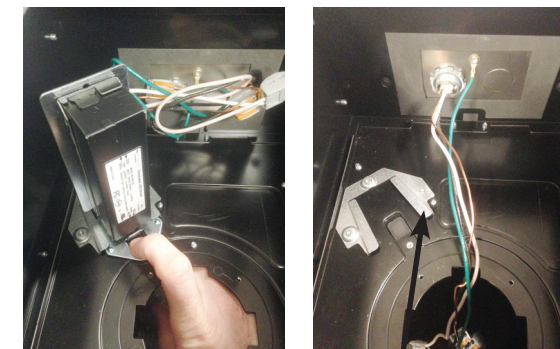

Figura 12
- Si reemplaza desde abajo, quite el módulo de ajuste o de luz focal (C) del accesorio aflojando ya sea los (3) tornillos de cabeza hueca (accesorios redondos) o los (4) tornillos Phillips (accesorios cuadrados). Los tornillos deben aflojarse gradualmente en un patrón alternante para prevenir que se trabe el módulo.
- El ensamblaje del impulsador se mantiene en su lugar con un pestillo resortado. Use un dedo, presione el pestillo y deslice hacia abertura hasta que esté libre (vea la Figura 12). Quite del accesorio y desconecte las conexiones eléctricas.
- Haga las conexiones eléctricas con un ensamblaje de impulsador nuevo. Pase el alambrado y el impulsador a través de la abertura. Alinee el ensamblaje al impulsador con el apoyo del receptor (vea la Figura 12). Presione en el soporte del receptor hasta que esté en su lugar. Asegúrese que el alambrado esté organizado ordenadamente por la placa de acceso.